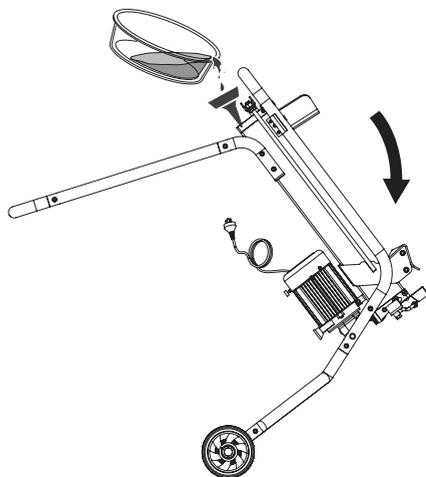

Рис. 11 Замена масла в гидравлической системе
5. Наклоните дровокол в сторону электродвигателя и залейте свежее масло (Рис. 11).